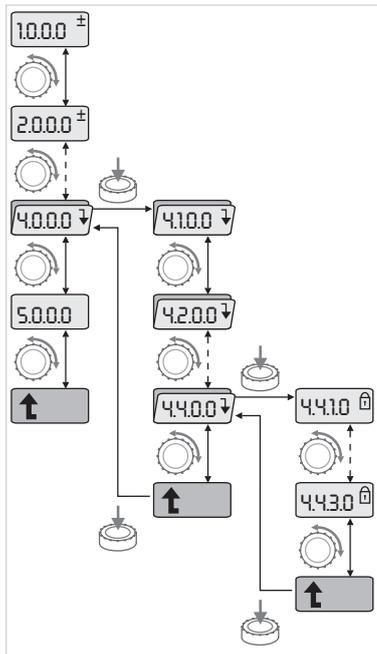

Fig. 41: Navigationseksempel
- Skift til menumodus (se kapitel 8.6.2 “Skift til menumodus” på side 227). Gennemfør den generelle navigation i menuen på følgende måde (eksempel, se fig. 41):